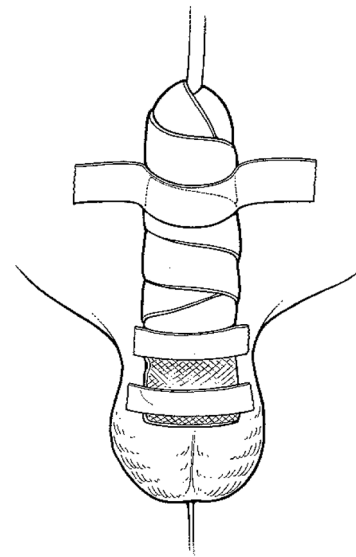

Abbildung 4-24. Penis mit Pflaster am Abdomen anheften
5. Penis mit Pflaster am Abdomen anheften (**Abbildung 4-24**).